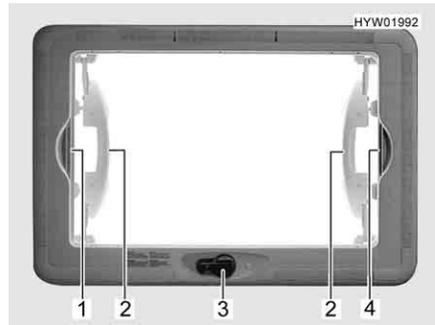

Fig. 66 Oblò sollevabile e ribaltabile
- Ruotare la manovella (Fig. 66,3) fino a quando non si incontra resistenza (angolo di apertura max. 70°).
- Afferrare ognuna delle maniglie (Fig. 66,2) con una mano e portare l'oblò sollevabile e ribaltabile nella posizione desiderata.
- Tirare la tendina oscurante pieghevole per la maniglia (Fig. 66,1) verso la maniglia contrapposta della zanzariera a rullo (Fig. 66,4) e farla innestare.
- Sganciare la maniglia della tendina oscurante pieghevole (Fig. 66,1).
- Tirare la zanzariera a rullo per la maniglia (Fig. 66,4) verso la maniglia contrapposta della tendina oscurante pieghevole (Fig. 66,1) e farla innestare.
- Sganciare la zanzariera a rullo dalla maniglia della tendina oscurante pieghevole (Fig. 66,1).
- Ricodurre lentamente la zanzariera a rullo accompagnandola con la maniglia (Fig. 66,4).